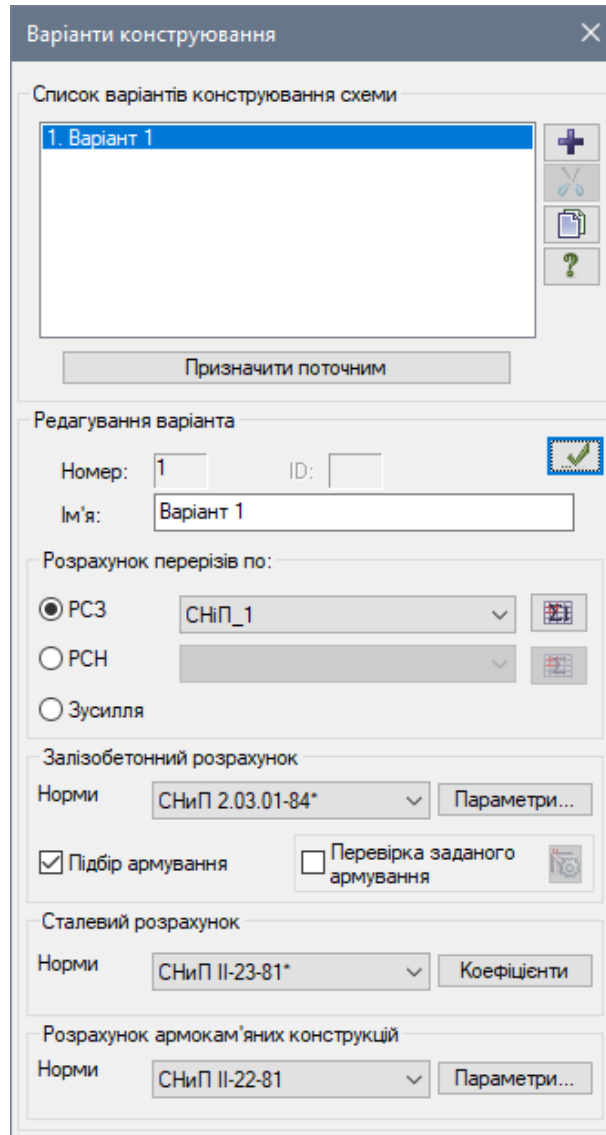

Рис. 12.11. Діалогове вікно **Варіанти конструювання**
- Відкрийте діалогове вікно **Варіанти конструювання** (рис. 12.11) натиснувши на кнопку  – **Варіанти конструювання** (панель **Конструювання** на вкладці **Створення та редагування**).